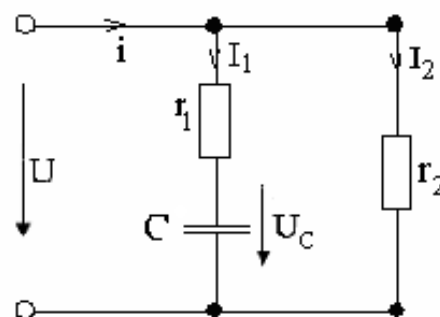

Рис. 61
38. В цепи напряжение на конденсаторе $U_C=192\sqrt{2}\sin(314t)$ В, сопротивления элементов равны $r_1=28$ Ом, $r_2=50$ Ом, $C=33,17$ мкФ (рис. 61). Вычислить все токи и параметры эквивалентной схемы, состоящей из последовательно соединенных элементов. Написать выражения мгновенных значений токов, построить векторную диаграмму.